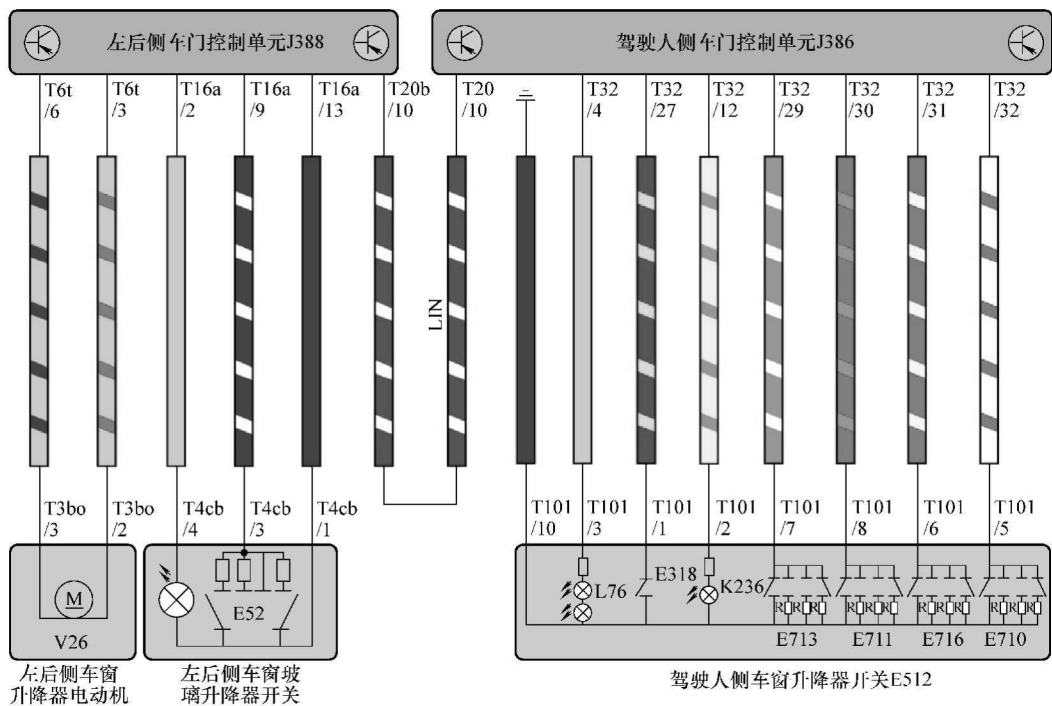

图 1-7 左后车门玻璃升降器控制电路图
① 开关本身、开关供电、信号电路。
② 驾驶人侧车门控制单元 J386 内部、供电。
③ LIN 总线。
④ 左后车门控制单元 J388 内部、供电。
⑤ 左后玻璃升降器电动机、控制电路，如图 1-7 所示。